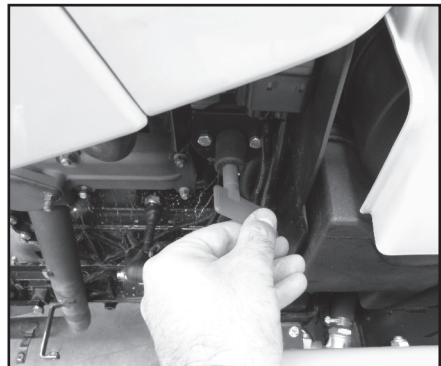

Abb. 5.15
- Dreht man ihn noch weiter entgegen dem Uhrzeigersinn, wird der Schalter ausgerastet und kann herausgenommen werden (Abb. 5.15).